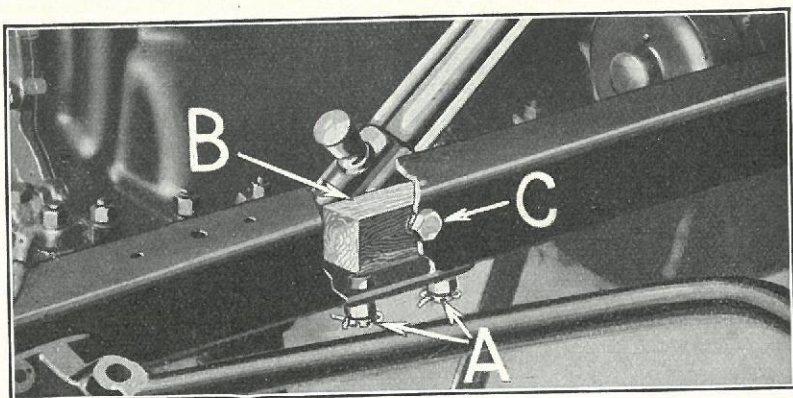

Fig. 97
- (c) Anbring Støttelejet paa Chassisrammen. Indsæt de to korte Bolte gennem Støtteleje og Chassisramme, spænd Møtrikkerne godt til og sikre med Splitter (Fig. 97-A).